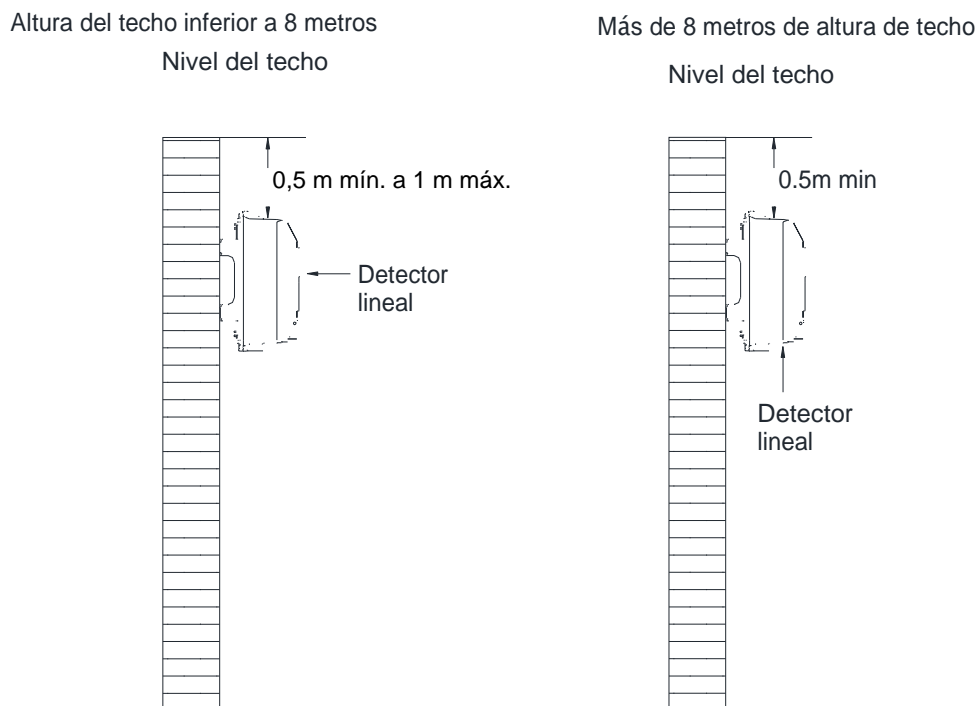

Figura 3: Detalles instalación
1. Debajo de una zona plana sobrante. Si la altura del techo es inferior a 8 metros, el detector de haz debe instalarse entre 0,5 y 1 metro por debajo del nivel del techo. Consulte la figura 3
2. Debajo de la zona de repuesto plana. Si la altura del techo es superior a 8 metros, el detector de haz debe instalarse a un mínimo de 0,5 metros por debajo del techo superior. Consulte la figura 3